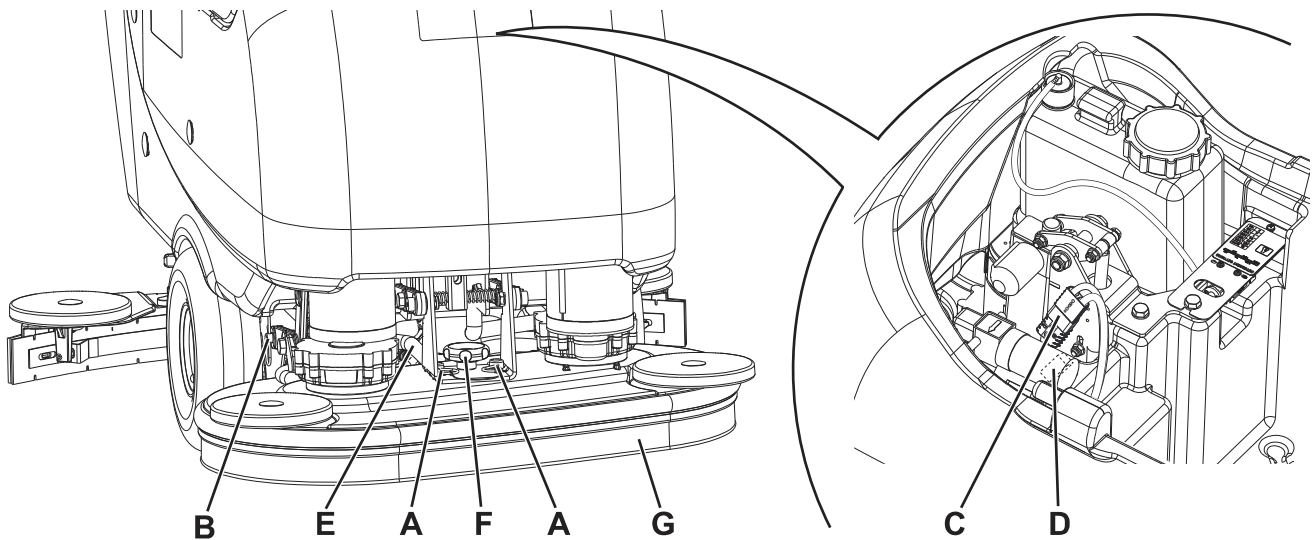

Abbildung 7
3. Zündschlüssel (80) in Stellung I drehen.
4. Schalter (71) betätigen und Bürsten-/Padhalterkopf absenken.
5. Zündschlüssel (80) in Stellung 0 drehen.
6. Sicherungsstifte (A, Abb. 7) und [nur für Bürsten-/Padhalterkopf (18)] Sicherungssplint (B) entfernen.
7. Deckel (22) öffnen und sicherstellen, dass der Schmutzwassertank (21) leer ist. Gegebenenfalls mit dem Ablassrohr (16) entleeren. Den Deckel (22) schließen.
8. Um den Elektroanschluss des Bürstenkopfes zu erreichen, Tank (40) vorsichtig mit dem Griff (41) anheben.
9. Den roten Stecker (C) und (nur für Zylinderbürstenkopf) den weißen Stecker (D) trennen.
10. Das Verbindungsstück (E) von der Leitung der Reinigungslösung abnehmen.
11. Befestigungssterngriff (F) aufdrehen und Bürsten-/Padhalterkopf (G) abnehmen.